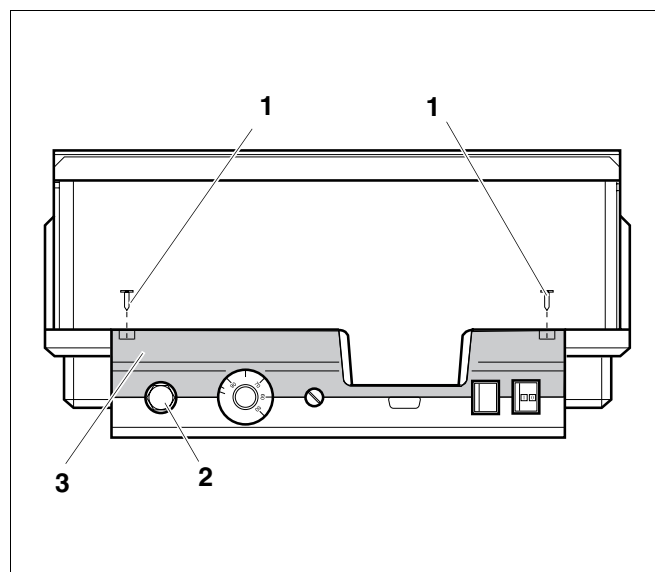

Fig. 2 Aparat de reglare Logamatic 4...
- Pentru reglarea temperaturilor cerute termostatul de siguranță (STB) trebuie (Fig. 2, **Poz. 2**) scos din carcasă.
- Pentru scoaterea termostatlui de siguranță trebuie deșurubate cele două șuruburi (Fig. 2, **Poz. 1**).
- Scoateți capacul (Fig. 2, **Poz. 3**).
- Deșurubați capacul de protecție (Fig. 2, **Poz. 2**).